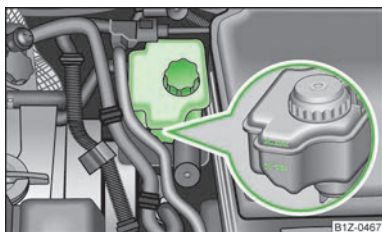

Fig. 136
- > Verificați nivelul lichidului de frână pe recipientul acestuia » fig. 136. Nivelul trebuie să se găsească între marcajele „MIN” și „MAX”.